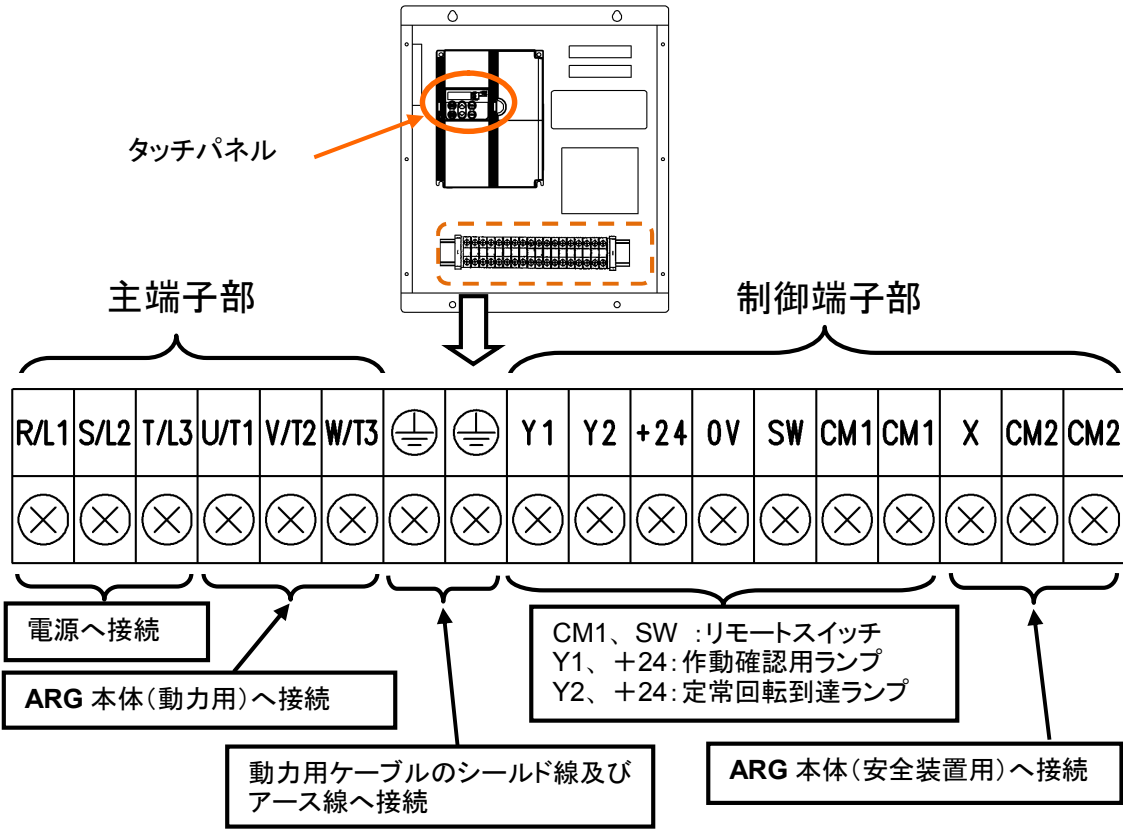

図 4-17 モータドライバの端子配列
接続端子の位置は、図 4-17 を参照して下さい。
③ 蓋を取外すと図 4-17 のように、保護カバー付き端子台が配置されています。